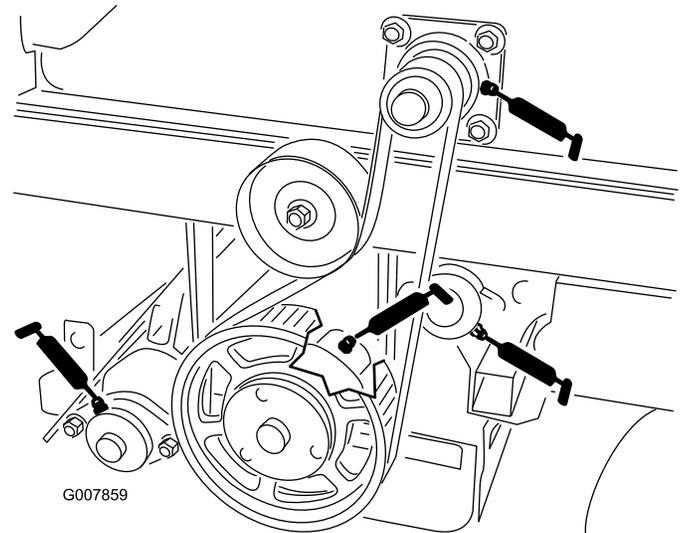
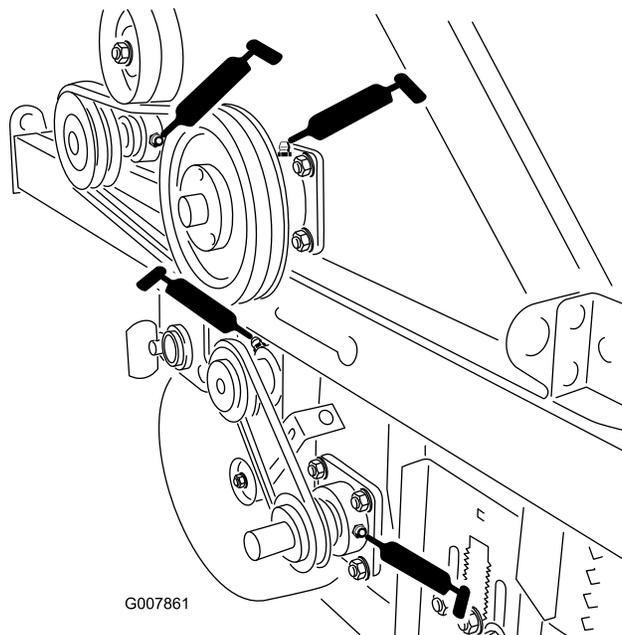

Bild 41
Bild 43
- Zerkleinerer, Anzahl 2 (Bild 43 & Bild 41)
- Sich drehende Kante, Anzahl 2 (Bild 43 & Bild 41)
- Aufnahmebürste, Anzahl 2 (Bild 43 & Bild 41)
- Heckrolle, Anzahl 2 (Bild 41)